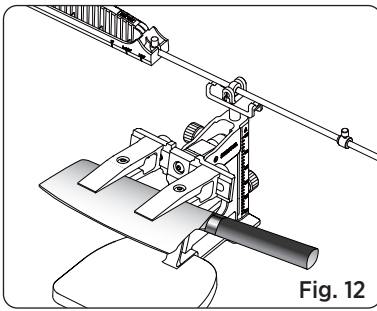

Fig. 12
1. Positionieren Sie die Klinge so tief wie möglich fest in der Klammer (Siehe Fig. 12).